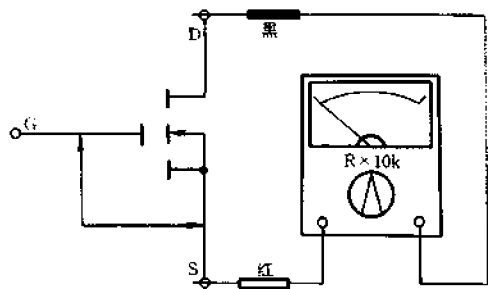

图 4-166 短接 VMOS 管 G-S 测量  $R_{GD}$
② 先用导线短接 G 与 S, 将万用表置于  $R \times 10k$  挡, 红表笔接 S, 黑表笔接 D, 阻值应接近  $\infty$ , 否则说明 VMOS 管内部 PN 结的反向特性比较差(测试方法参见图 4-166)。